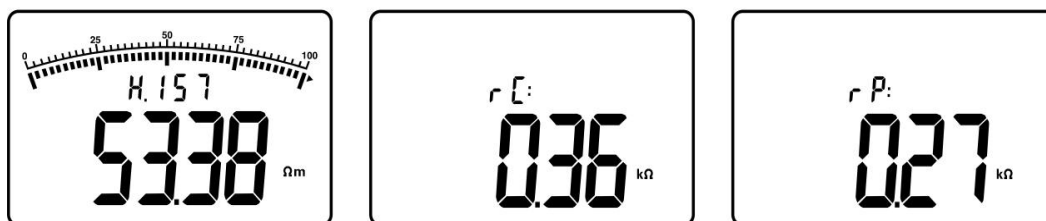

图 17（测试界面）
如图 17, 被测量土壤电阻率为 $53.38 \Omega m$, 已存 157 组数据, 按一下“**SET**”键显示辅助电流极 C(H) 的接地电阻值 r_C 和辅助电压极 P(S) 的接地电阻值 r_P , 显示完后自动返回显示被测量土壤电阻率 ρ 。